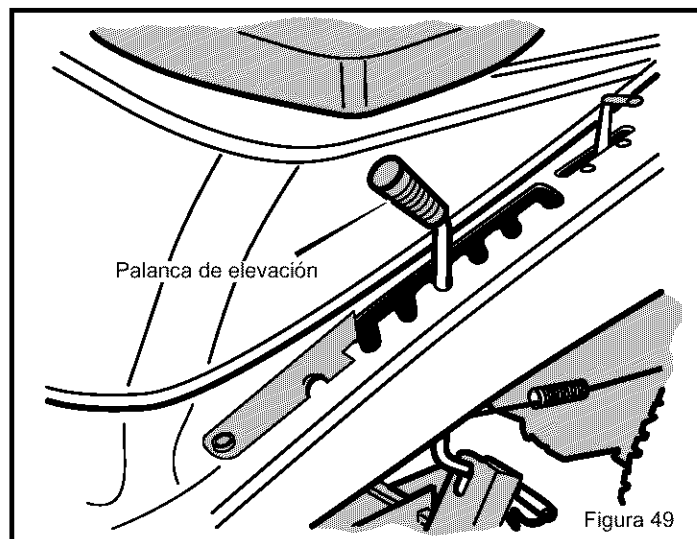

Figura 49
1. Mueva la **palanca de elevación** hacia abajo para bajar el cárter de la cortadora de césped y hacia arriba para levantar el cárter de la cortadora de césped (Figura 49).